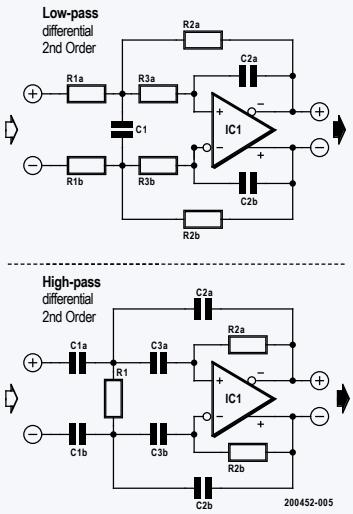

Figure 5. Principaux circuits de passe-haut et passe-bas différentiels du 2^e ordre. Elles ne sont possibles que pour le type MFB.
Il existe deux structures différentes pour les filtres actifs du second ordre : le filtre Sallen-Key (SK), du nom de ses inventeurs, et un arrangement connu sous le nom de *multiple feedback* (MFB) à rétroaction multiple. La **fig. 4** montre les deux structures pour un filtre passe-bas et un filtre passe-haut. Contrairement au filtre SK, un filtre MFB inverse le signal. Le gain dans la bande passante est déterminé par le rapport entre R₃ et R₄ dans les filtres passe-haut et passe-bas SK. Avec le passe-bas MFB, le gain de la bande passante est déterminé par le rapport entre R₁ et R₂ ; avec le passe-haut MFB, cependant, le gain de la bande passante dépend du rapport entre C₁ et C₂. Les filtres différentiels actifs du 2^e ordre ne peuvent être mis en œuvre que sous forme de structure MFB (**fig. 5**). Les principaux